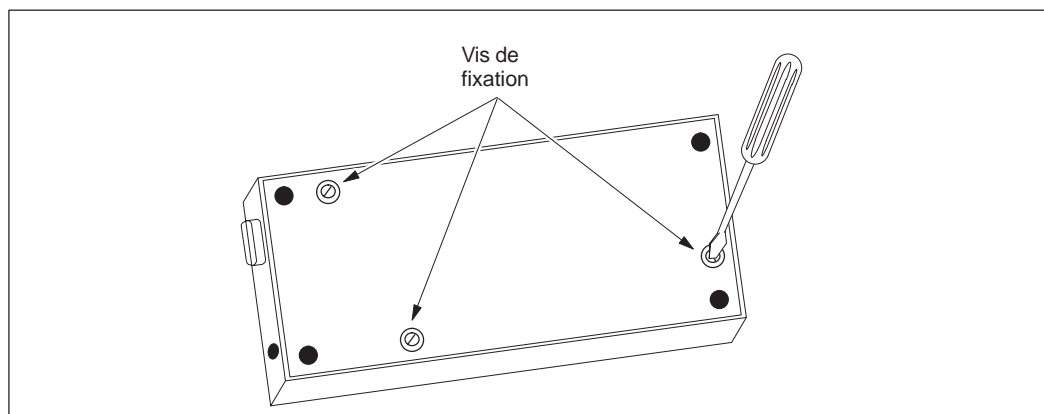

Figure 1-3 Desserrage des trois vis de fixation
1. Desserrez les trois vis de fixation sur la face arrière du TD 200 en vous servant d'un tournevis à tête plate. Cf. figure 1-3.